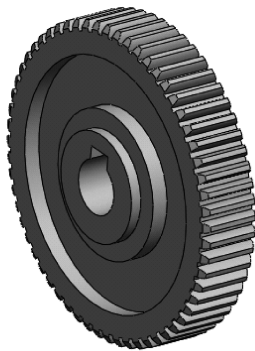

图 12-13 生成镜向特征
6) 单击【特征】工具栏中的 (镜向)按钮,在【属性管理器】中弹出【镜向】属性设置。在【镜向面/基准面】选项组中,单击 (镜向面/基准面)选择框,在绘图区中选择前视基准面特征;在【要镜向的特征】选项组中,单击 (要镜向的特征)选择框,在绘图区中选择切除-拉伸 2 特征,单击 (确定)按钮,生成镜向特征,如图 12-13 所示。